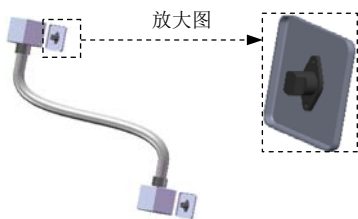

图 11.8.25 添加插头
Step4. 同样操作步骤，在另一装配体的圆孔位置添加插头，添加插头的结果如图 11.8.25 所示。